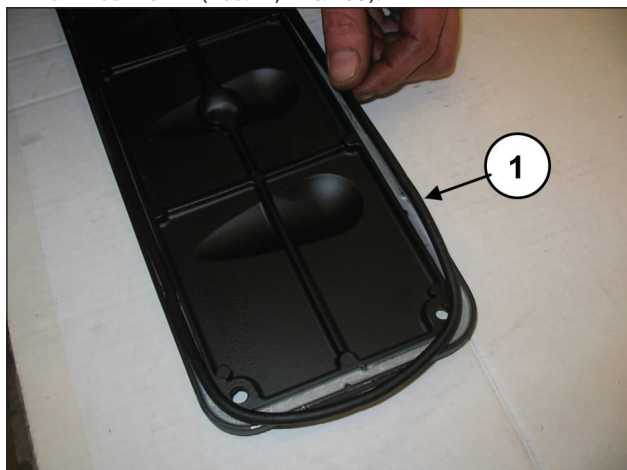
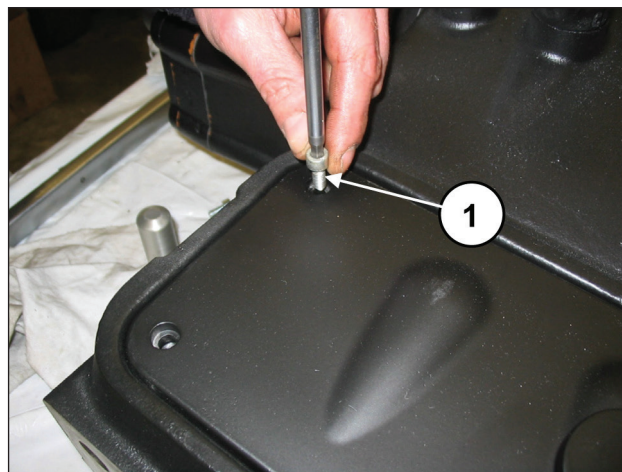

Рис. 154
Рис. 155
Вставьте в смотровые крышки уплотнительные кольца (поз. ①, Рис. 154) и установите крышки с использованием 4+4 винтов М6х14 (поз. ①, Рис. 155).